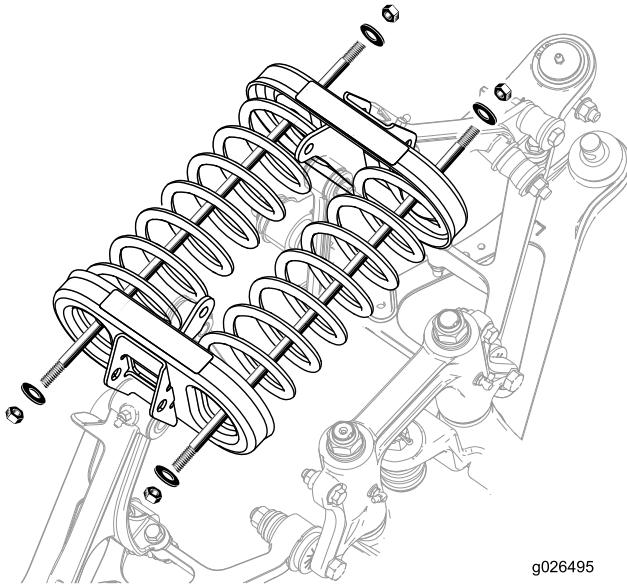

Bild 19
3. Befestigen Sie die Schrauben und Scheiben an beiden Seiten der Stange (Bild 19).
4. Ziehen Sie eine Mutter an jeder Stange an, um die Federn zu befestigen (Bild 19).